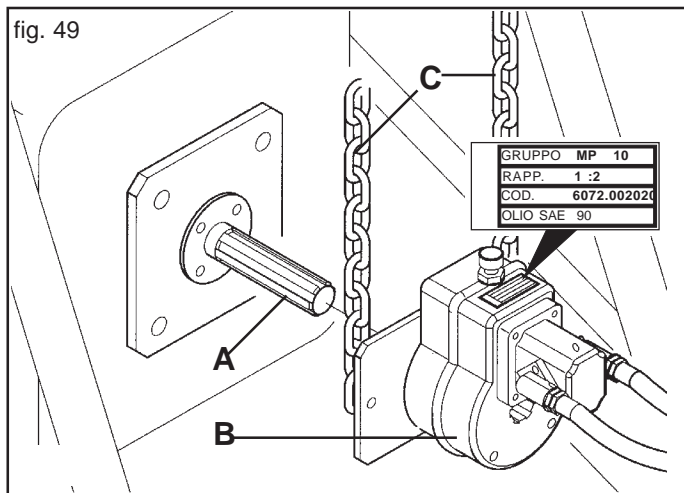

fig. 49
Con el motor apagado y el tractor bloqueado, conecte correctamente todas las conexiones rápidas. Limpie y engrase la toma de fuerza del tractor (A, Fig. 49). Conecte el multiplicador (B, Fig. 49) en la toma de fuerza del equipo, como muestra la Figura 49. Controle el correcto acoplamiento, bloquee la rotación del multiplicador con las cadenas suministradas de serie (C). **Controle el nivel de aceite en el multiplicador y, si fuera necesario, añada aceite (ESSO SAE W80-90).** Ponga en marcha el tractor y accione la instalación al ralenti por algunos minutos, haciendo que la presión sea constante en todo el circuito, para evitar la inestabilidad del soplador. Haga que el soplador llegue al número de revoluciones que corresponde a la condición de trabajo (Tabla 5).